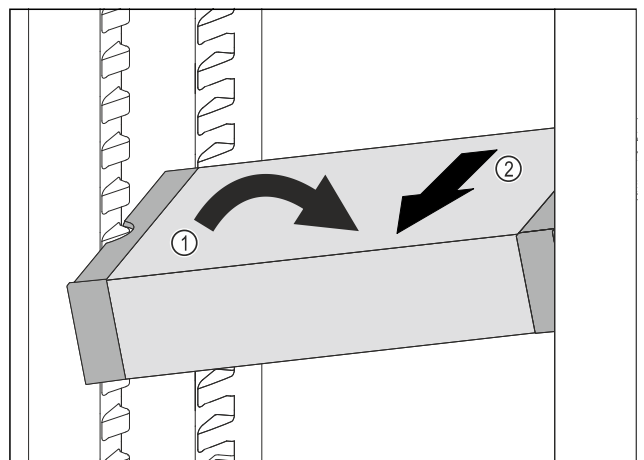

Fig. 210
- Impostare il vano frigorifero di VarioSafe ad angolo. Fig. 210 (1)
- Rimuovere VarioSafe tirando in avanti. Fig. 210 (2)